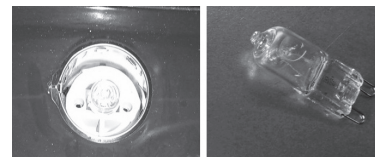

Fig. 7
2. Sacar el foco dañado y cambiarlo por el nuevo **(Fig. 7)**